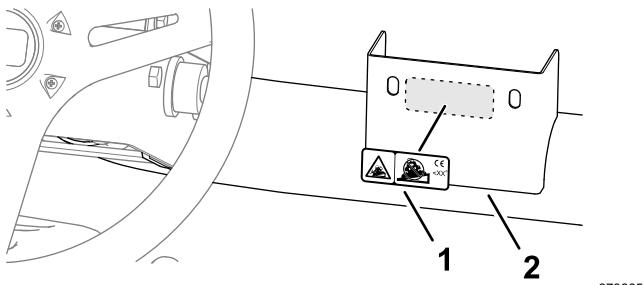

Bild 35
1. Reinigen Sie die Halterung am Lenkarm mit Alkohol, und lassen Sie die Halterung trocknen (Bild 35).
2. Entfernen Sie die Trägerfolie und kleben Sie den CE-Aufkleber für die Kipgefahr auf die Halterung Bild 35).